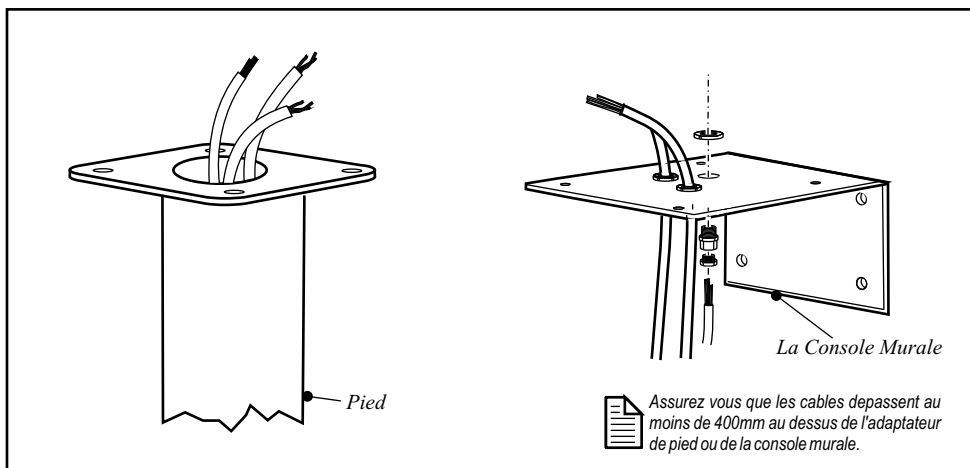

Figure 12 L'assemblage de l'adaptateur de Pied
au-dessus de pied ou de la console murale comme le montre la Figure 12.
9. Fixez les câbles à la console murale à l'aide d'œillets adaptés comme le montre la Figure 12